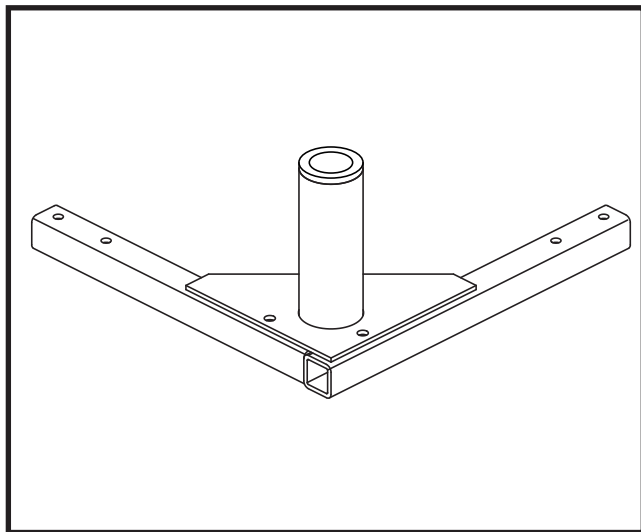
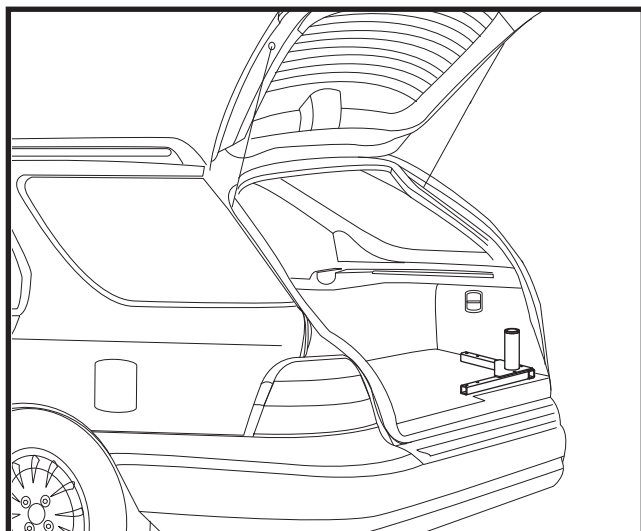
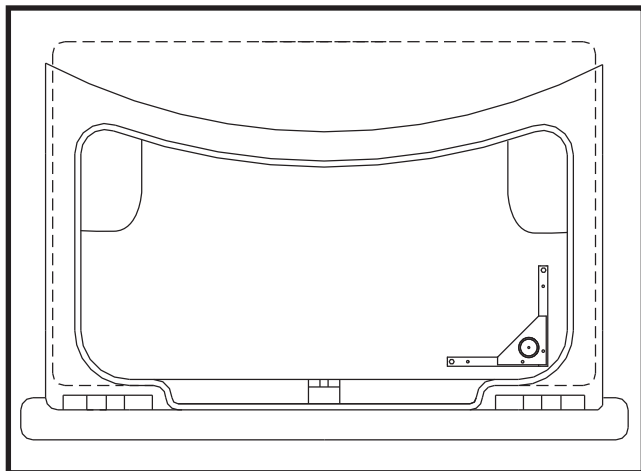

Figure 1. Assemblage de base en L
Figure 2. Base en L (installation pour véhicule à hayon)
Figure 3. Base en L (installation dans le coffre)
1. Avant d'installer le système de levage de manière permanente, placez la base en L (voir la figure 1) à l'intérieur de votre véhicule dans la zone où vous avez l'intention de l'installer. Voir la figure 2 pour le positionnement de la base en L pour les VUS et les véhicules avec hayon, ou la figure 3 pour l'installation dans le coffre.
Positionnez la base en L comme indiqué sur la figure 3. Vous devez peut-être placer la base en L de sorte que la roue n'interfère pas avec la base en L. Assurez-vous qu'il y a assez d'espace pour qu'un produit de mobilité puisse entrer confortablement dans le coffre.